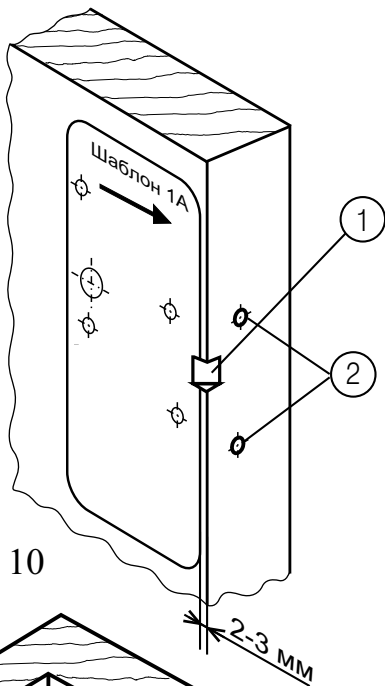

Рис. 10
7.1.2. Приложите шаблон А с внутренней стороны двери так, чтобы стрелка на шаблоне указывала на край двери и шаблон находился на расстоянии 2...3 мм от края двери (рис. 10). Выполните разметку отверстий по шаблону.
7.1.3. В районе заштрихованного сектора снимите фаску (рис.10, позиция 1), для хода ригеля (рис.12).
7.1.5. В торце двери на уровне выполненных отверстий 2, 3 высверлите два отверстия диаметром 10 мм на глубину 30 - 40 мм (рис. 10, позиция 2 и рис.16, позиция 1).